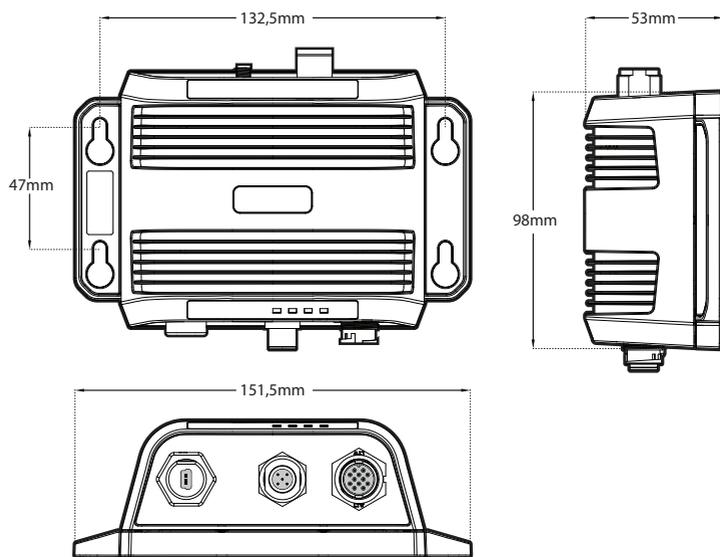

Figure 5 Dimensions du récepteur/transmetteur AIS
- Il faut prévoir suffisamment d'espace autour du récepteur/transmetteur AIS pour le passage des câbles. Pour connaître les dimensions détaillées du récepteur/transmetteur AIS, reportez-vous à la figure 5.